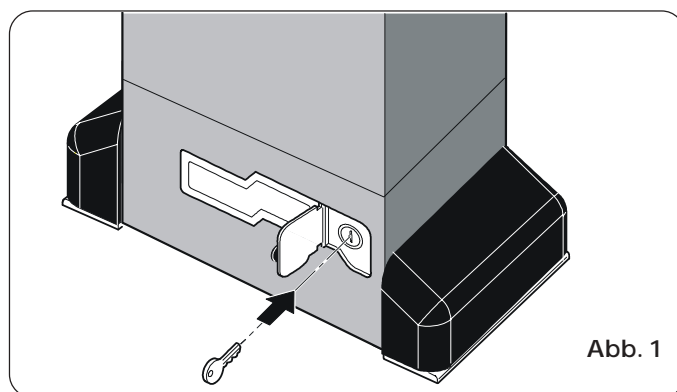

Abb. 1
- 1) Die Schutzklappe öffnen und den entsprechenden im Lieferumfang enthaltenen Schlüssel in das Schloss einführen (Abb. 1).